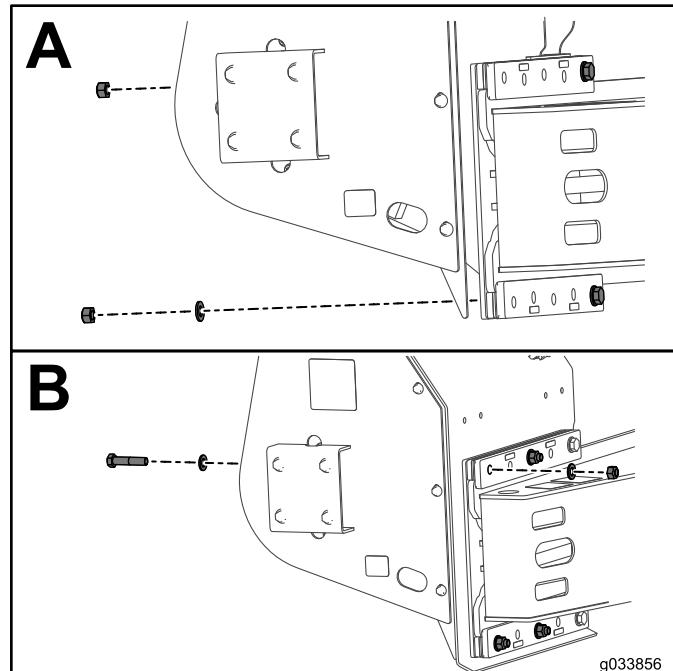

Figure 5
- Fixez le boulon du haut avec un contre-écrou, comme illustré à l'encadré A de la Figure 5.
- Fixez le boulon du bas avec une rondelle et un contre-écrou, comme illustré à l'encadré A de la Figure 5.